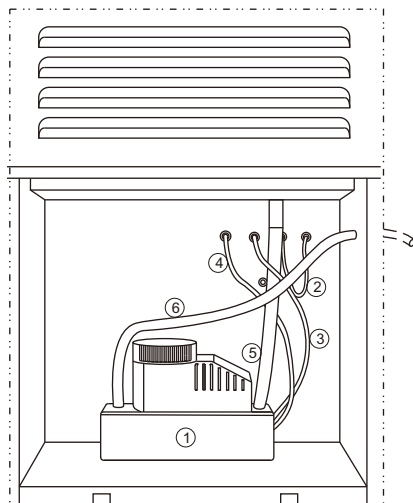

FIG. 4
- Koble fra alarmsignalet for full vanntank (②) fra den midtre kontakten og koble den til den høyre kontakten for å feste den.
- Koble strømkabelen (④ , svart) fra vannpumpen (①) til den venstre kontakten.
- Koble ledningen til vanntank full-signalet (③ , blå) for vannpumpen til den midtre kontakten.
- Koble til innsugings- (⑤) og utslippsslangene (⑥) for vannpumpen (se FIG. 4)